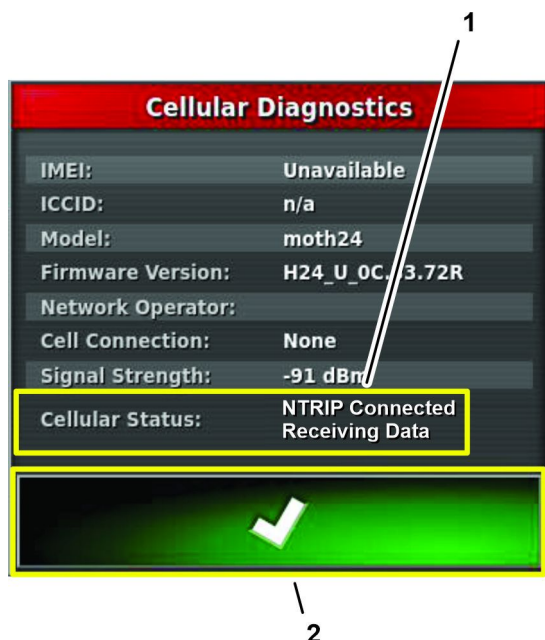

Рисунок 245
4. Нажмите на значок CELL DIAGNOSTIC (ДИАГНОСТИКА Сотовой связи) и проверьте, чтобы поле состояния сотовой связи показывало N-TRIP CONNECTED RECEIVING DATA (N-TRIP подключено, идет прием данных) (Рисунок 245).